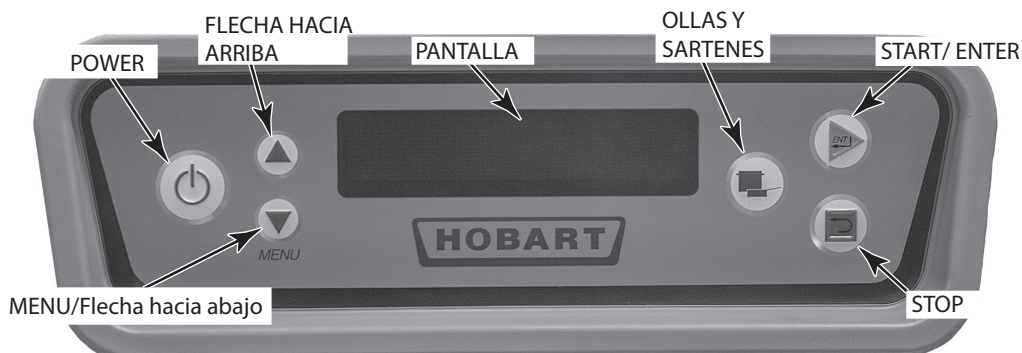

Figura 30
Los controles se ubican en la parte superior del lavavajillas. El teclado y la pantalla se encuentran al frente de la caja de control (Figura 30).
Cierre todas las puertas. Para comenzar el llenado una vez que la máquina está lista, presione el botón POWER (Figura 30).
5. Presione el botón POWER en el teclado (Figura 30). El lavavajillas se llenará automáticamente (consulte la sección "Llenado del lavavajillas" en esta misma página). Una vez que el tanque está lleno, se encenderá el quemador si se requiere aplicar calor. El sistema de ignición considera un período de 15 segundos de purga antes de comenzar su labor.
6. Si el lavavajillas no funciona, presione el botón POWER en el teclado (Figura 30) y cierre la válvula manual de gas. Comuníquese con el servicio técnico de Hobart o con el proveedor local de gas.
Una vez que la máquina se ha llenado, haga funcionar las bombas presionando el botón START / ENTER en el teclado (Figura 30) o insertando una canastilla en la máquina.
La opción estándar de detención de la cinta transportadora permite que el operador la detenga para lavar más a fondo la vajilla demasiado sucia durante un tiempo más prolongado. Presione DOWN ARROW (flecha descendente) ubicada en el teclado (Figura 30) hasta que el símbolo '<' se muestre a la izquierda de 'CONVEYOR DWELL' (detención de la cinta). Cuando la canastilla llegue a la cámara de lavado, presione ENTER en el teclado (Figura 30) para detener momentáneamente la cinta transportadora. Para reiniciar el movimiento de la cinta, presione el botón START/ENTER en el teclado (Figura 30). **NOTA:** En todos los modelos CLeN (excepto los modelos VL), la unidad continuará funcionando en modo de espera hasta que se presione la el botón ENTER (Ingresar) o STOP (Detener). En los modelos CLeN-VL, la unidad se detendrá después de 30 minutos de espera.
Si la canastilla se atasca o si la carga es excesiva, un mecanismo de sobrecarga apaga el motor de la cinta transportadora y en la pantalla se lee "Clear Conveyor Jam" (despeje el atasco en la cinta transportadora). Abra las puertas y elimine el atasco. Una vez eliminado, cierre las puertas y pulse el botón START/ENTER en el teclado (Figura 30) para reiniciar el funcionamiento del lavavajillas.
En pantalla aparecen todas las temperaturas del tanque (Figura 30) cuando la máquina está funcionando. La temperatura "Final Rinse" muestra unas rayas ( - - - ) hasta que una canastilla ingresa a la zona de enjuague. Luego se lee "Final Rinse". Una vez que la vajilla abandona la zona de enjuague, Final Rinse vuelve a mostrar - - - .
En caso de que no ingrese ninguna canastilla a la máquina por un tiempo preestablecido, el temporizador automático inicia la cuenta regresiva y las bombas y la cinta transportadora se apagan para ahorrar energía. El tanque continúa calentándose y en pantalla se muestran las diversas temperaturas. Para reanudar el funcionamiento, inserte una canastilla o presione el botón START/ENTER en el teclado (Figura 30).
Luego de un período de inactividad de la máquina, el control inicia el modo Ahorro de Energía (ESM): todos los componentes de la lavadora de utensilios se apagan y la pantalla de control se atenúa mostrando la leyenda "Energy Saver Active/Press STOP to Exit" (Modo ahorro de energía activo. Presione STOP para salir). Para salir del modo Ahorro de Energía presione el botón STOP (Figura 30). Puede presionar el botón POWER para apagar completamente la máquina. El tiempo de inactividad de la máquina antes de ESM se puede establecer entre 1 y 6 horas en el "Menú Parámetros". La configuración de fábrica es de 2 horas. Consulte la página 36.
1. Presione el botón POWER en el teclado para apagar la máquina (Figura 30).